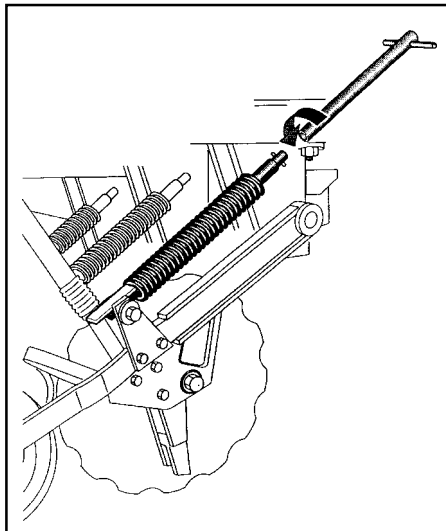

fig. 21
- Modificando la tensión del muelle (fig. 21)